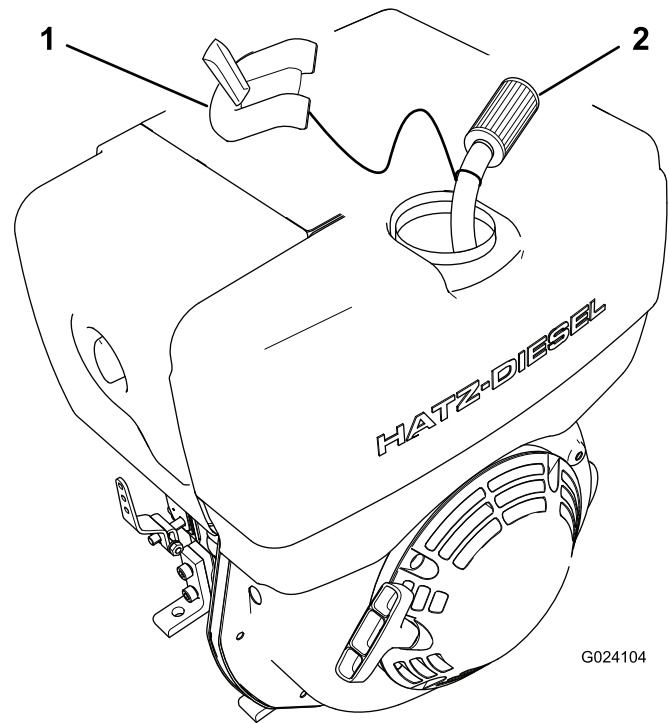

Figure 19
- Retirez le filtre à carburant du réservoir (Figure 19).